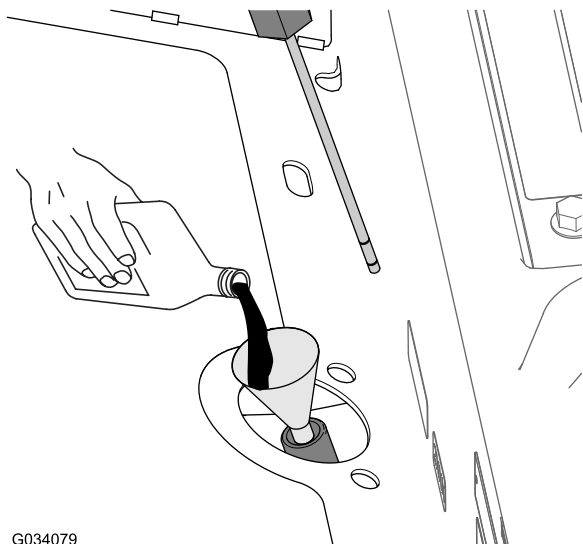

Figure 82
5. Si le niveau de liquide est en dessous du repère minimum sur la jauge, versez du liquide hydraulique spécifié dans le tube de remplissage (Figure 82) jusqu'à ce que le niveau se situe entre les repères minimum et maximum sur la jauge (Figure 81).
6. Versez le liquide hydraulique spécifié dans le tube de remplissage (Figure 82) jusqu'à ce que le niveau dans le carter de la boîte-pont (réservoir) se situe au centre entre les repères inférieur et supérieur sur la jauge (Figure 81).